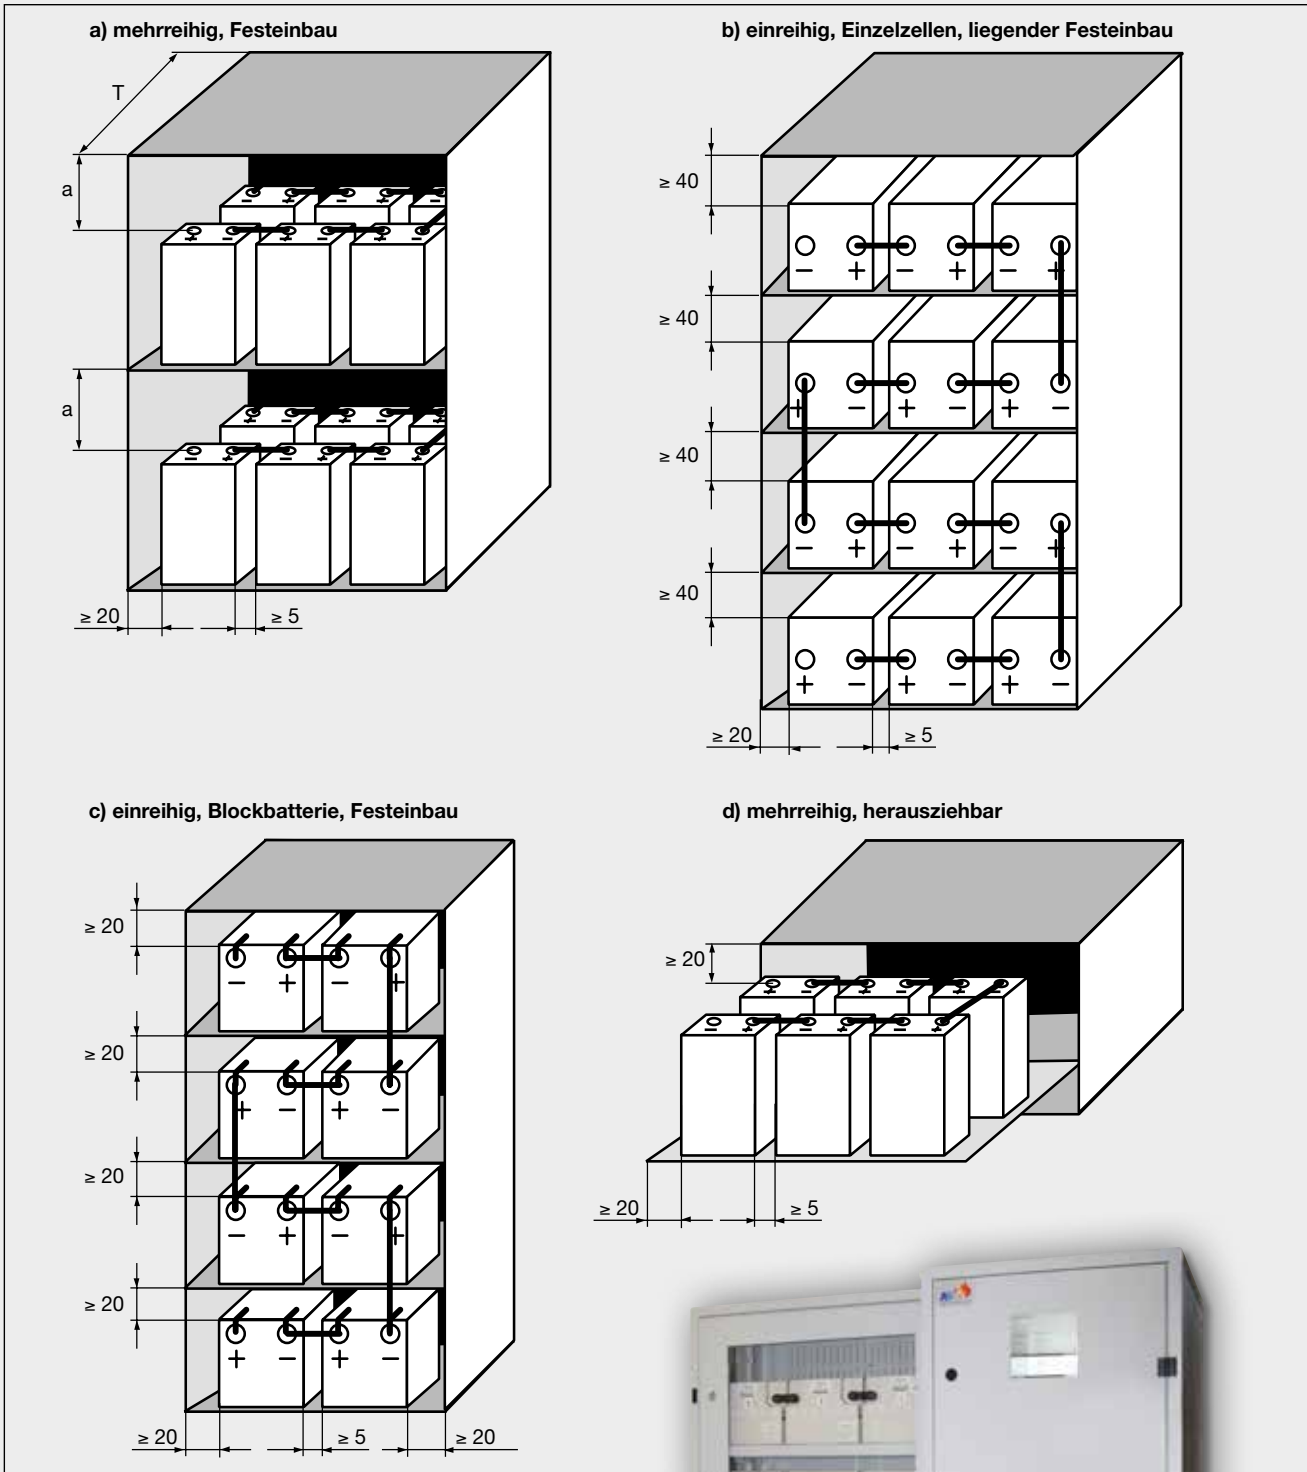

Bild 4: Einbau von verschlossenen Batterien in Schränke oder Fächer
- der Freiraum zwischen den Etagen (Maß a in Bild 4) sollte ≥ 400 mm betragen, um den Elektrolytstand ergänzen zu können.